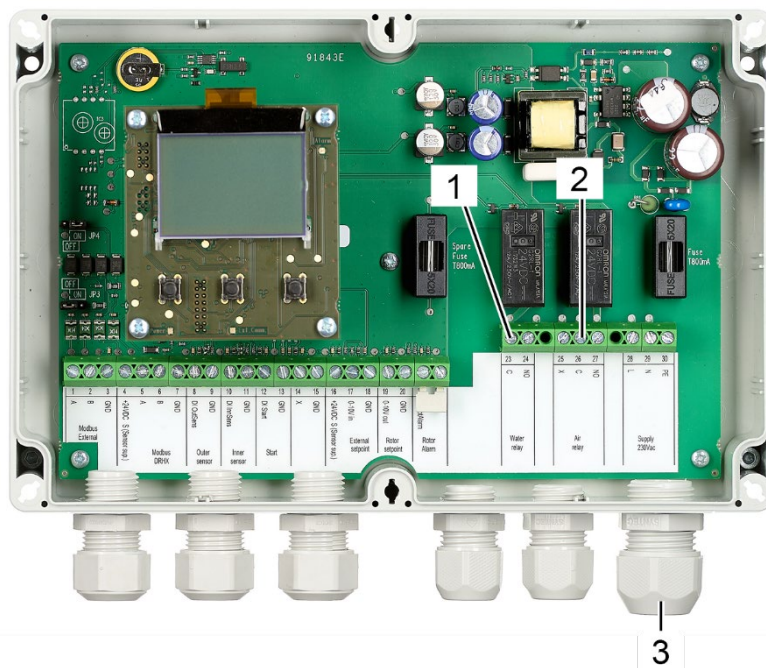

Abbildung 89: Terminals für das Relais und die Stromversorgung des Ventils
21. Führen Sie ein 230-V-Netz Kabel durch die Kabelbuchse (Abbildung 89/3).
23. Verbinden Sie die Terminals 23 (Abbildung 89/1) und 26 (Abbildung 89/2) der Rotorreinigersteuerung mit der Kabelklemme, an der die L-Leitung des 230-V-Stromversorgungskabels angeschlossen ist.